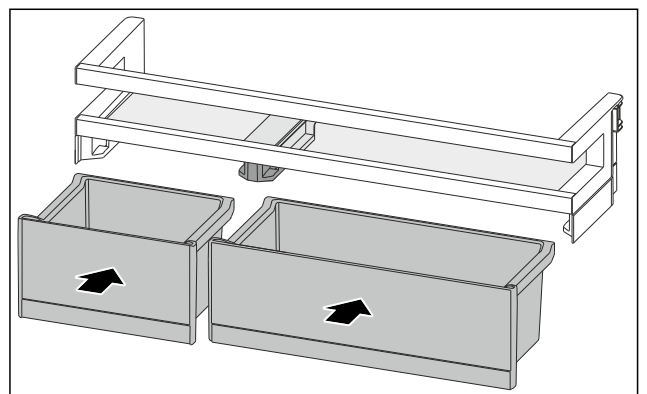

Fig. 114
- ▶ 排列互换后装入 VarioBox。（参见 Fig. 114）